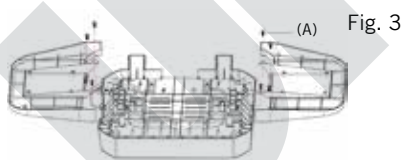

Fig. 3
6. A questo punto, spingere i ripiani laterali [8] nei corrispondenti supporti dell'alloggiamento del barbecue [9] come mostrato in Fig. 3. Attenzione, i due elementi possono essere montati rispettivamente su un solo lato. Il ripiano laterale con il gancio piccolo deve essere applicato sul lato sinistro dell'alloggiamento. Allineare le aperture per le viti del rispettivo ripiano laterale con le aperture presenti sull'alloggiamento e fissare gli elementi con le 8 viti ST 4x12 fornite (A).